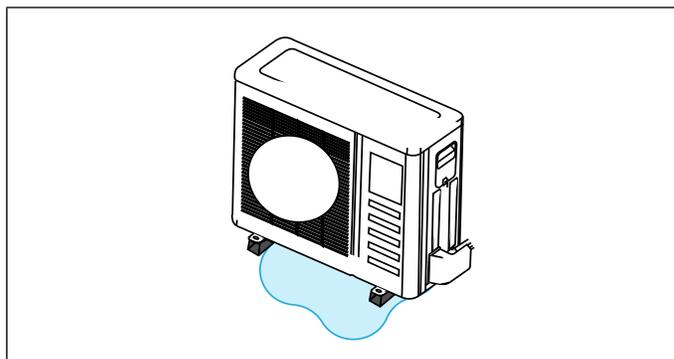

Figure 12. Éviter les dangers causés par le gel de l'eau de dégivrage
- Faire très attention à l'élimination de l'eau de dégivrage pour éviter que la glace empêche l'utilisation des allées ou crée un danger à proximité de l'unité extérieure comme illustré à la « Figure 12. Éviter les dangers causés par le gel de l'eau de dégivrage » à la page 10.